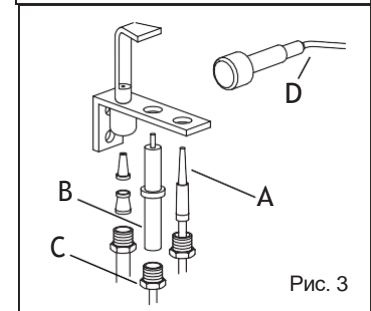

Рис. 3
- Отверните форсунку (рис. 3)
- отверните термопару от запальной горелки (рис. 3/А);
- Отсоедините высоковольтный кабель от свечи (рис. 3/В);
- отверните гайку (рис. 3/С);
- подсоедините высоковольтный кабель (рис. 3/В).
- Отсоедините кабель от пьезоэлектрического запального устройства (рис. 3/Д);